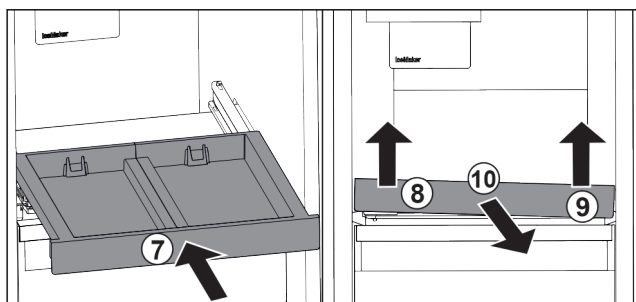

Fig. 84
- ▶ Rentrer le compartiment coulissant. Fig. 84 (7)
- ▶ Soulever le compartiment coulissant au niveau de la partie avant gauche. Fig. 84 (8)
- ▶ Soulever le compartiment coulissant au niveau de la partie avant droite. Fig. 84 (9)
- ▶ Retirer le compartiment coulissant par l'avant. Fig. 84 (10)